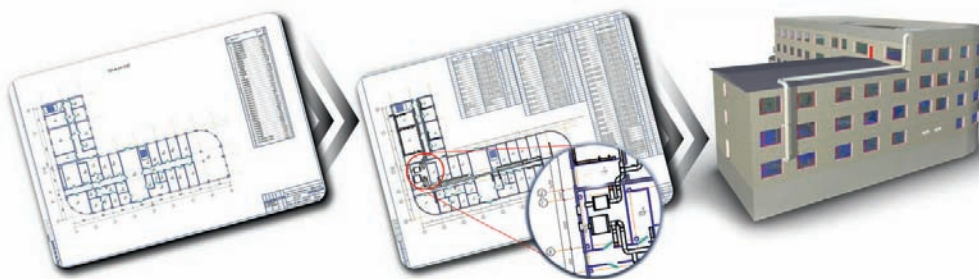

Рис. 4. Генерация 3D-модели по ссылочным файлам
- расширение функционала для работы с детализированными металлическими конструкциями (рис. 4).